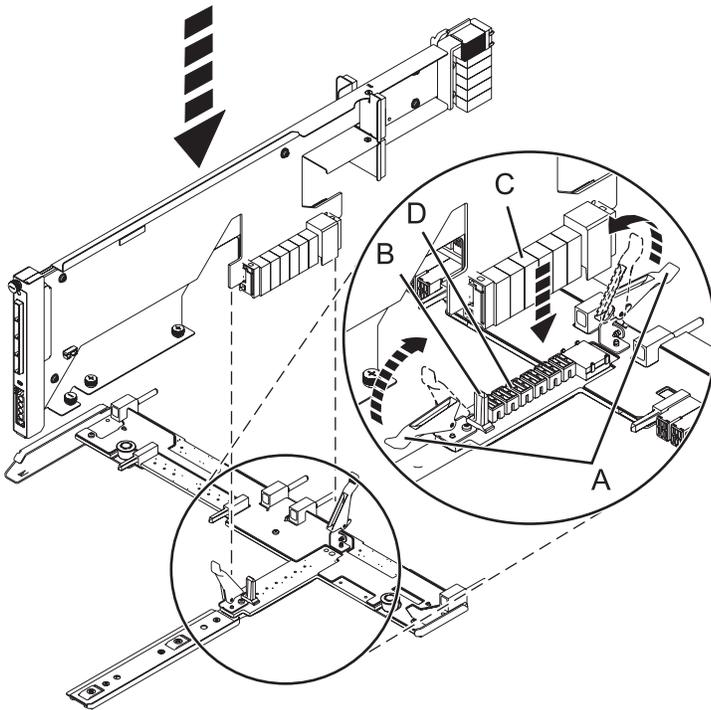

Abbildung 44. SAS-Conduit-Karte in Mittelplatine installieren
- a. Setzen Sie die Kartensteckverbindung (C) auf den Mittelplattenanschluss (D). Benutzen Sie die Führung (B), um einen ordnungsgemäßen Anschluss sicherzustellen.
- b. Heben Sie den Griff (A) an, um die SAS-Conduit-Karte in die Mittelplatine einzusetzen und zu befestigen (siehe Abb. 44).